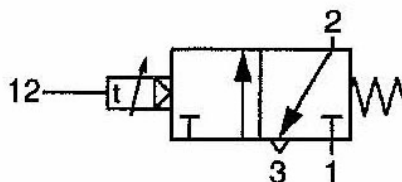

Ilustración 3: Símbolo del temporizador neumático.
3. Para el temporizador neumático se empleará el símbolo (Ilustración 3) de acuerdo con ISO1219-1.